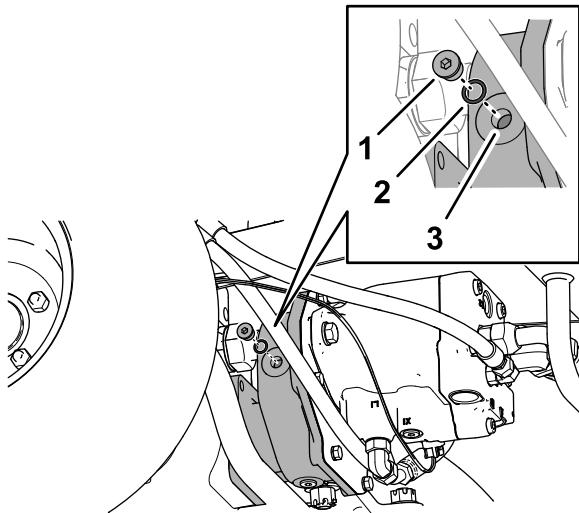

Figura 89
2. Retire el tapón de verificación/llenado del lado izquierdo de la caja del reductor de engranajes (Figura 89).